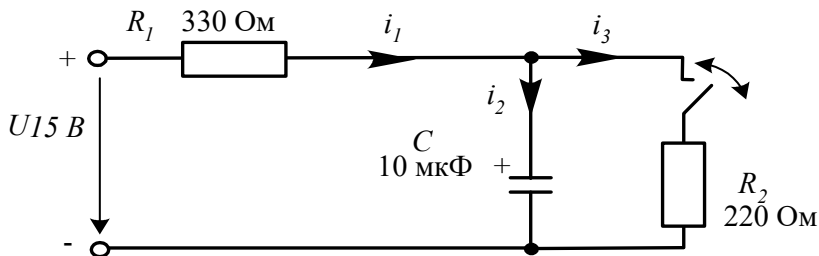

Рисунок 1 – Расчетная схема для аналитического исследования цепи RC
1.1. При включении ключа в цепи (рис. 1) рассчитайте токи и напряжение на конденсаторе до коммутации ($t=0_-$, ключ разомкнут), в первый момент после коммутации ($t=0_+$, ключ замкнут) и в новом установившемся режиме ($t=\infty$). Результаты расчёта занесите в таблицу 1.